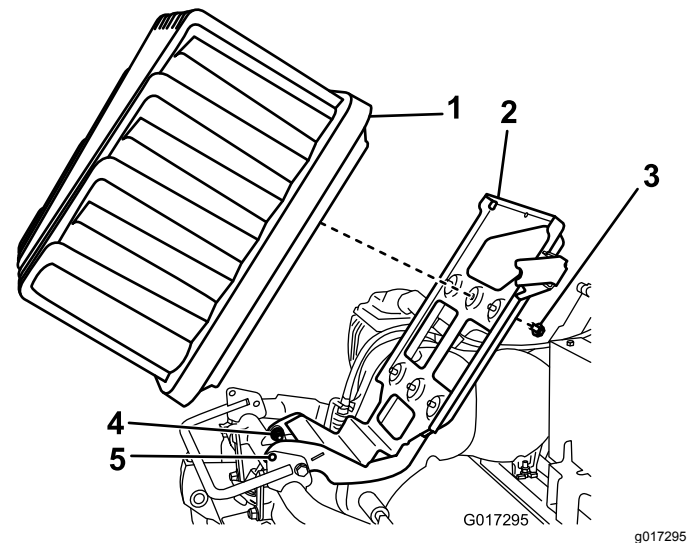

Bild 11
5. Lösen Sie die zwei Drehschrauben bzw. Muttern um eine halbe Umdrehung (Bild 11).
6. Heben Sie die Batterieplattform so weit an, bis die Arretierlöcher im Unterteil und Rahmen ausgefluchtet sind (Bild 11).